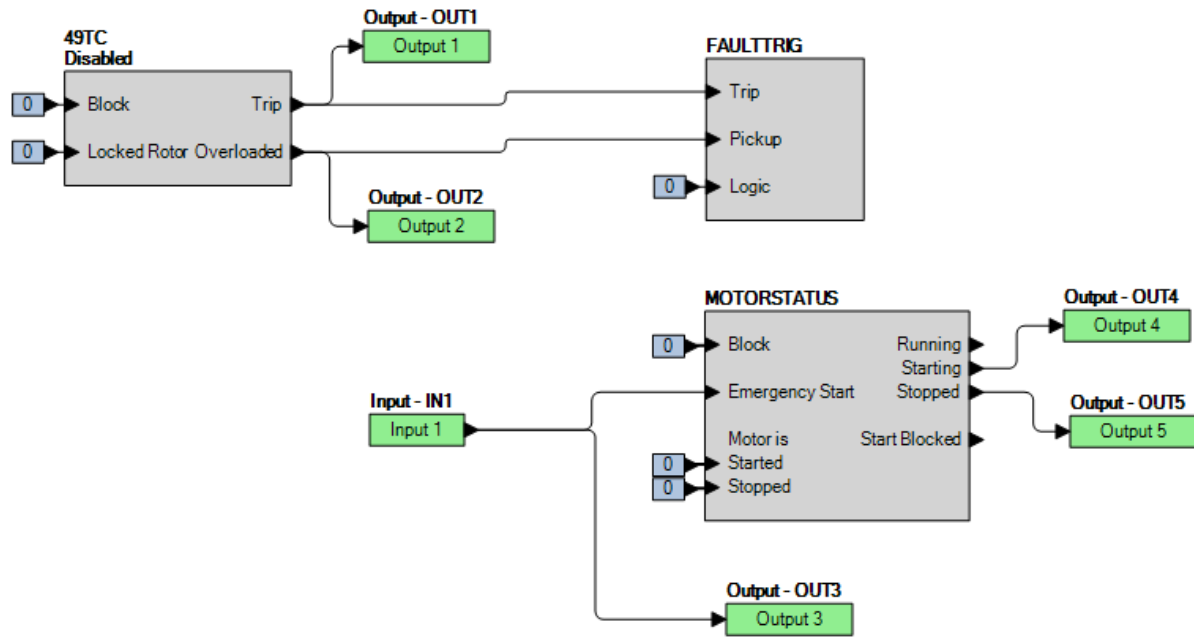

Figura 70-1. Ajustes de BESTlogicPlus, Curva estándar
Paso 2: Utilice BESTCOMSPPlus para configurar la Lógica programable de BESTlogicPlus, como se muestra en la Figura 70-1.
Paso 17: Utilice BESTCOMSPiPlus para configurar la Lógica programable de BESTlogicPiPlus, como se muestra en la Figura 70-1.